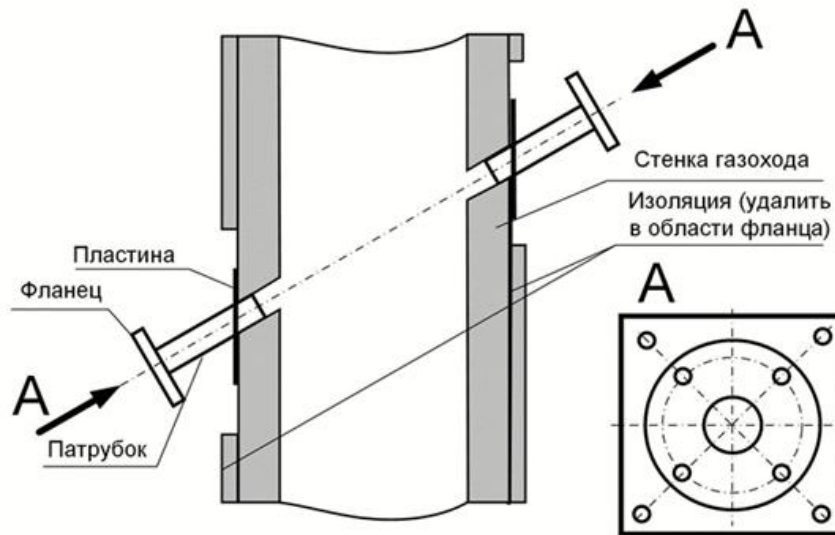

Рисунок 9 - Установка фланцев с патрубком.
- установить фланец с патрубком в вырезанное отверстие (рисунок 9):